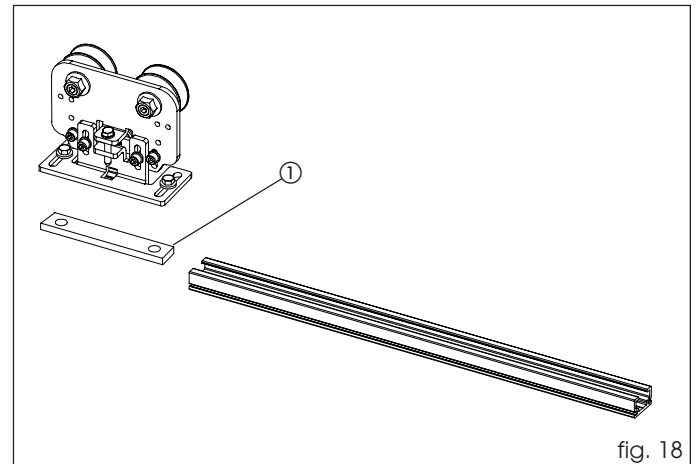

fig. 18
Op de automatische systemen 940 moet het plaatje van de wagen worden vervangen door het meegeleverde plaatje (fig. 18, ref. ①).